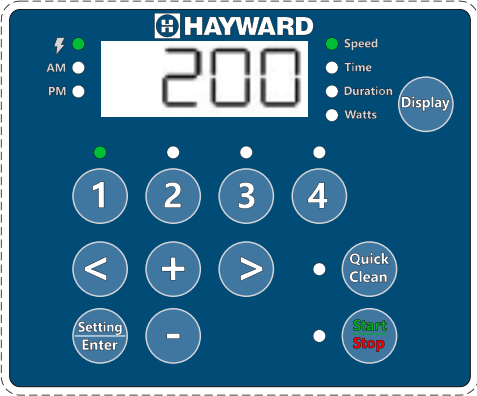

Figura 5
6. Prima "1". É apresentada a duração da VELOCIDADE 1. O LED do parâmetro "Duration" começa a piscar. **Ver Figura 5.**